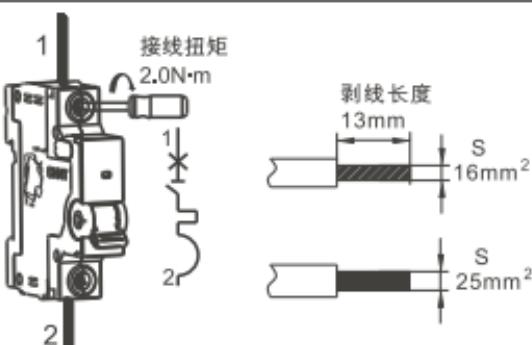

图5 NBDP-63(H)接线方式
5.4 适用于铜导线连接，导线选择见表2，接线方式及剥线长度示意如图5。